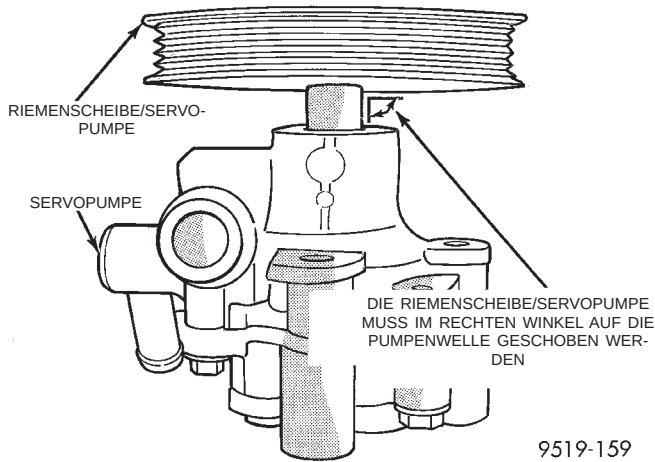

**Abb. 54 Riemenscheibe auf Pumpenwelle positioniert**
(1) Die Servopumpe an der vorderen Halterung in einen Schraubstock einspannen.
(2) Riemenscheibe auf das Ende der Pumpenwelle montieren, ohne sie zu verkanten (Abb. 54).